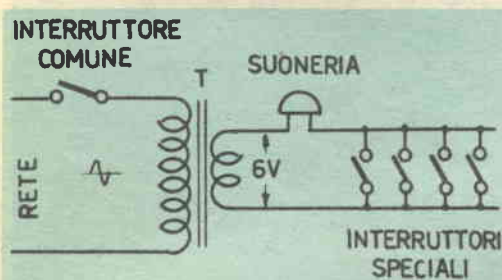
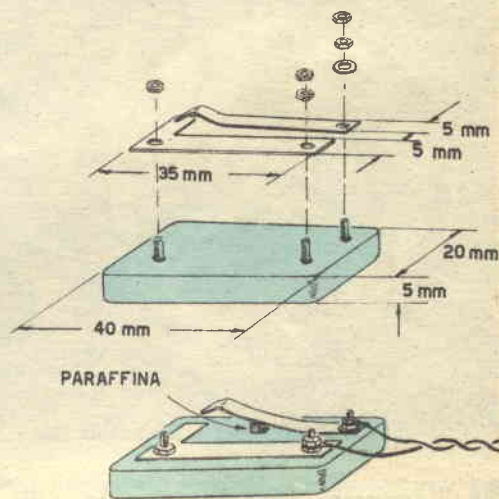

Fig. 1
Fig. 2
- 1 Lamina a L con due fori (ved. fig. 2)
- 1 Lamina flessibile, ad esempio di ottone (ved. fig. 2)
mico, che presentiamo ai nostri Lettori. In fig. 1 è riportato lo schema elettrico del dispositivo. La tensione di 6 V, ottenuta dalla rete mediante il trasformatore T per campanelli, è applicata al circuito che comprende la suoneria; alcuni interruttori speciali sono collegati in parallelo fra loro e devono essere collocati in diversi punti del locale, dove necessita il controllo, ma lontano dalle fonti di calore, quali ad esempio i radiatori o le stufe. In fig. 2 si può vedere il disegno dell'interruttore speciale.